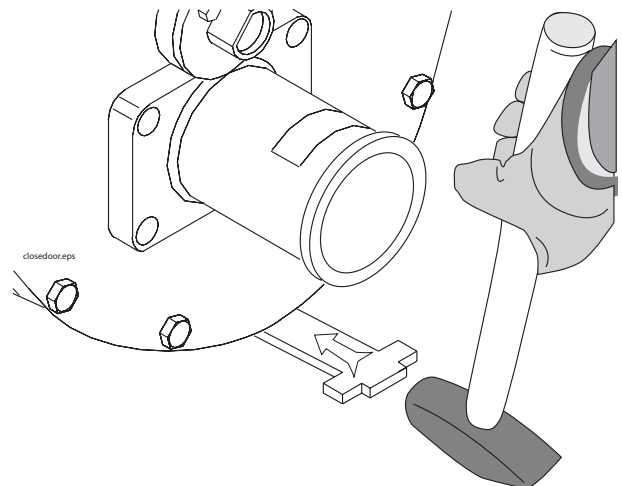

Abbildung 45
- Stellen Sie sicher, dass die Reinigungsklappe fest verschlossen und verriegelt ist, indem Sie mit dem Hammer auf das Ende des T-Griffs klopfen (Abbildung 45).